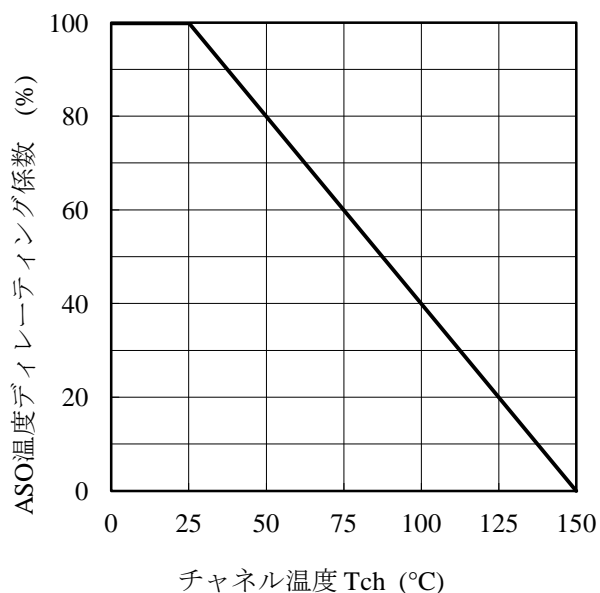

図 3-1 ASO 温度ディレーティング係数曲線
⁽¹⁾ 図 3-1 ASO 温度ディレーティング係数曲線参照
- IC を使用する際は、図 3-1 より温度ディレーティング係数を求め、ASO 曲線のディレーティングを行います